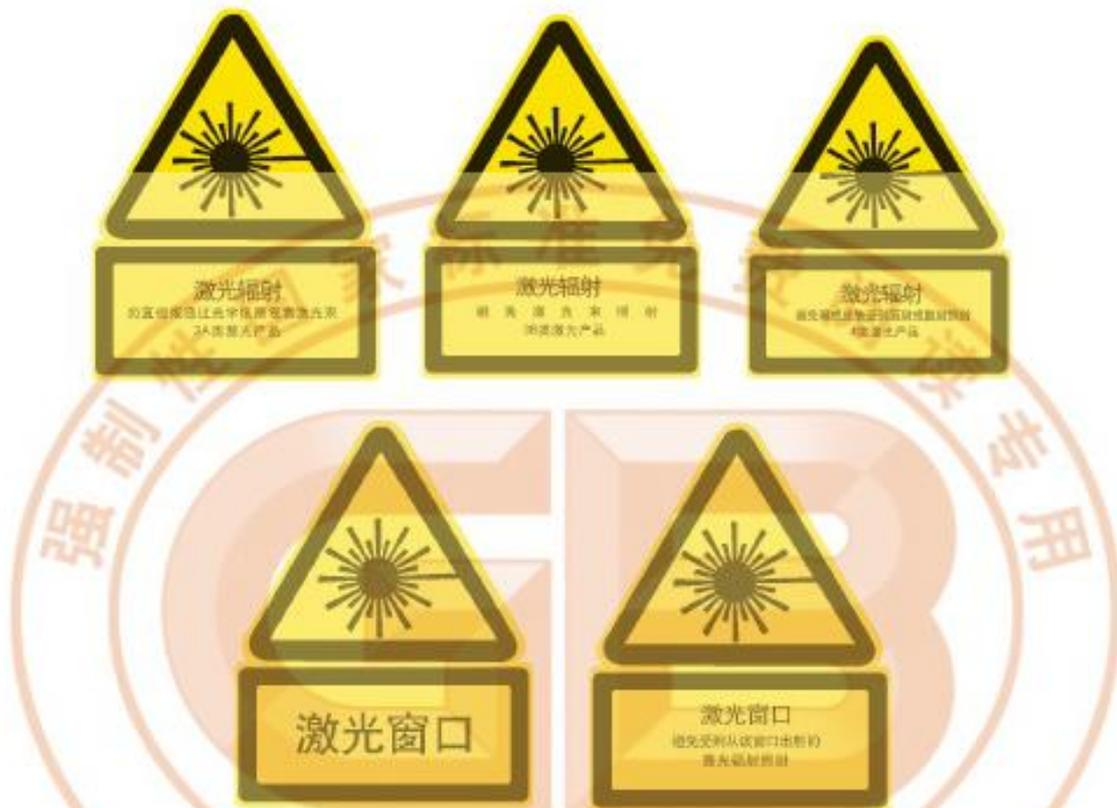

图 C.2 激光产品安全标志使用实例
C.4.1.1 对所有可能达到2类的激光产品都必须有激光安全标志。每台设备必须同时具有激光警告标志、激光安全分类说明标志和激光窗口标志，激光产品安全标志使用实例见图C.2。